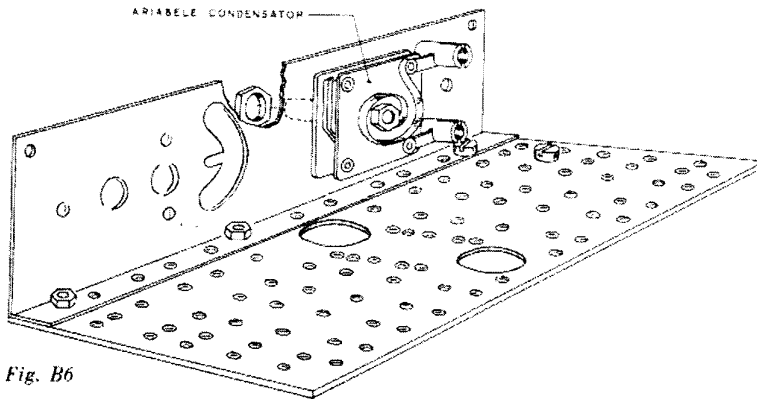

Fig. B6
3. Maak nu de variabele condensator vast aan de metalen montageplaat, die je al hebt vastgezet. Zorg er voor, dat de twee draadklemmen die je zojuist hebt bevestigd aan de aansluitlippen, de montageplaat **niet raken**. De klemmen moeten recht voor de grote gaten komen. (Figuur B6.)